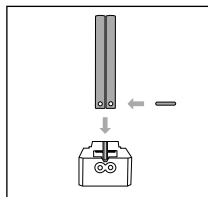

Fig. 2
- ◆ Prenez les deux barres de guidage **7**, les côtés arrondis l'un contre l'autre, et glissez une cale d'écartement **14** dans les deux barres de guidage **7** (voir fig. 2).
- ◆ Insérez les deux barres de guidage **7** dans l'élément de guidage de coupe A **9** (voir fig. 2).